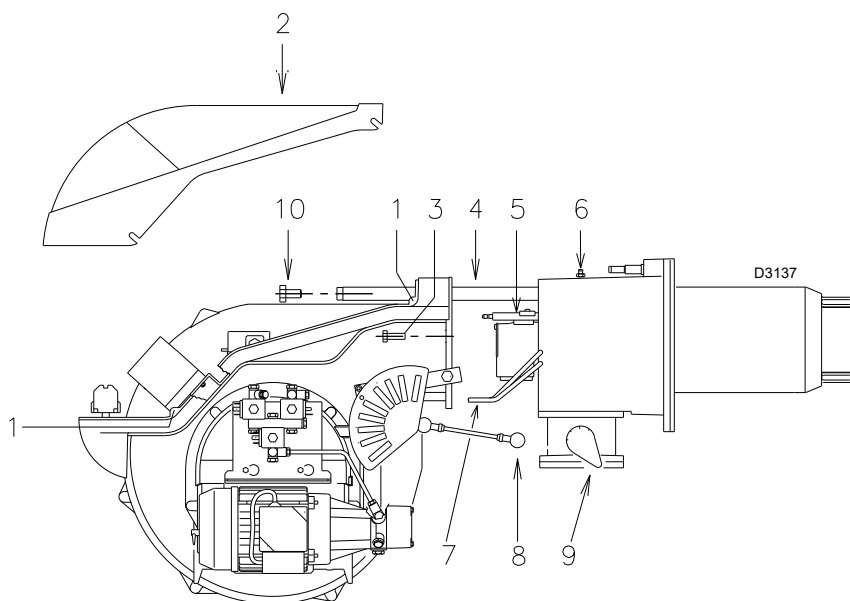

Fig. 44
- Aflojar los tornillos 1) y quitar la tapa 2)(Fig. 44).
- Desconectar los tubos del gasóleo 7)(Fig. 44).
- Quitar los tornillos 3) y hacer retroceder el quemador unos 100 mm sobre las guías 4)(Fig. 44).
Ahora es posible extraer la parte interna 5), después de haber retirado el tornillo 6)(Fig. 44).